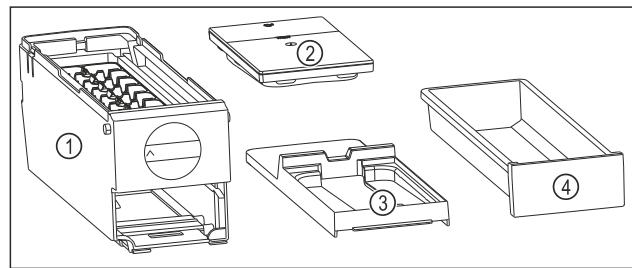

Fig. 119 Sastavni dijelovi sustava EasyTwist-Ice
- EasyTwist-Ice je rastavljen u četiri dijela. (pogledajte Fig. 119)
- Sustav EasyTwist-Ice rastavite samo u dijelove prikazane slikom. (pogledajte Fig. 119)
- Tijelo sustava EasyTwist-Ice Fig. 119 (1) čistite kao cjelinu.